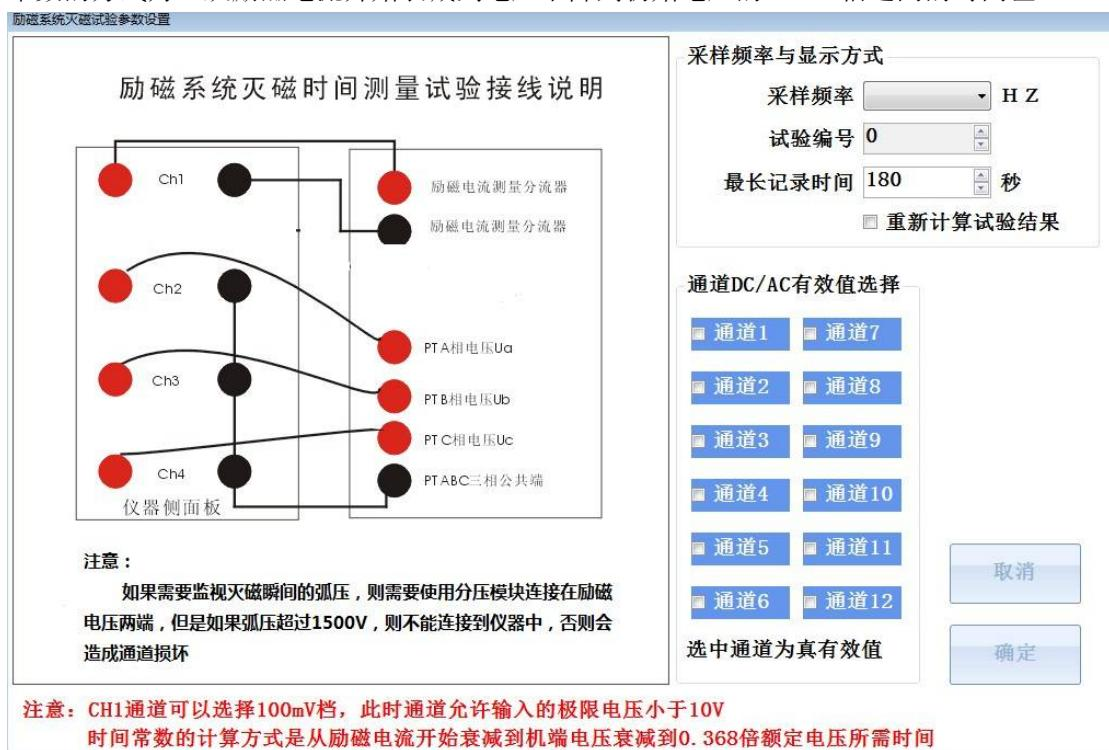

图 38 灭磁试验参数设置
1) 按照图 38 所示的试验参数设置界面连接测试线, 获取测试信号